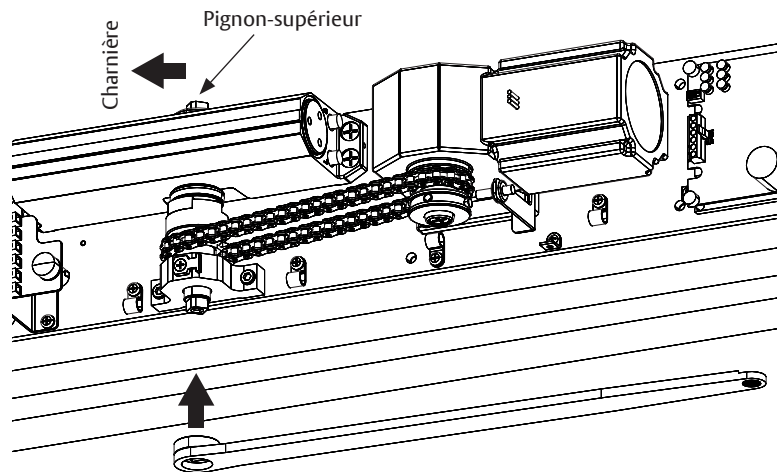

Figure 7
2. À l'aide d'une clé réglable, faire tourner le pignon supérieur de 45 degrés vers la charnière de la porte. Une résistance du ressort se fera sentir. (Figure 7)